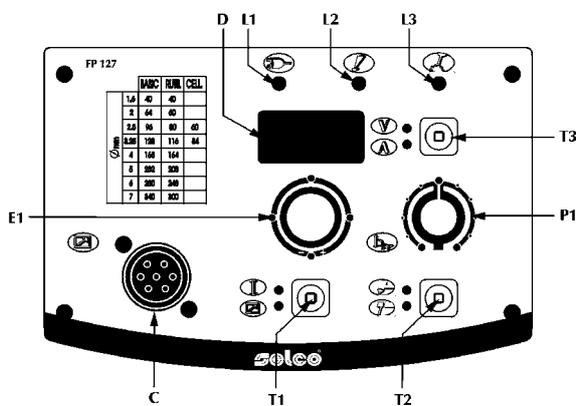

Fig. 2
4.1.4.2 Pannello comandi frontale FP127 (Fig. 2) per Genesis 282-352